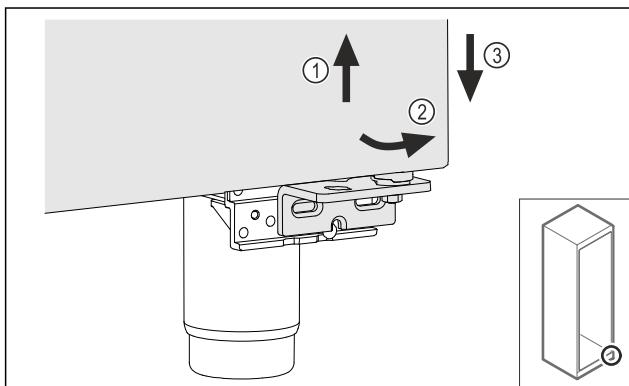

Fig. 24
- Paceliet mazliet durvis Fig. 24 (1), apakšā sagāziet uz priekšu Fig. 24 (2) un nolaidiet Fig. 24 (3).